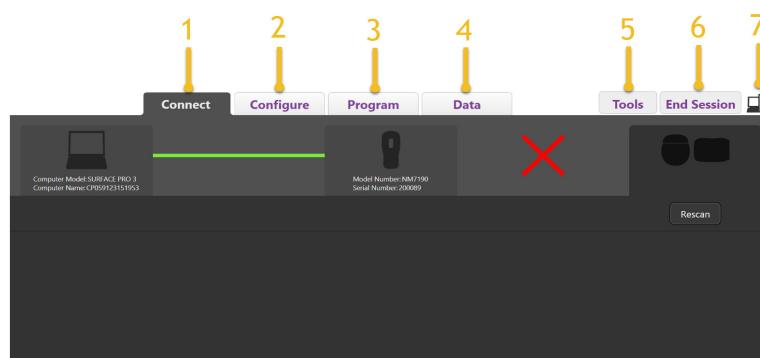

Figure 3. Onglet Connect (Connexion)
4. Dès le démarrage de Vercise Neural Navigator, l'écran indiquera l'**onglet Connect** (Connexion) et le logiciel tentera automatiquement de se connecter à un stimulateur (Figure 3).